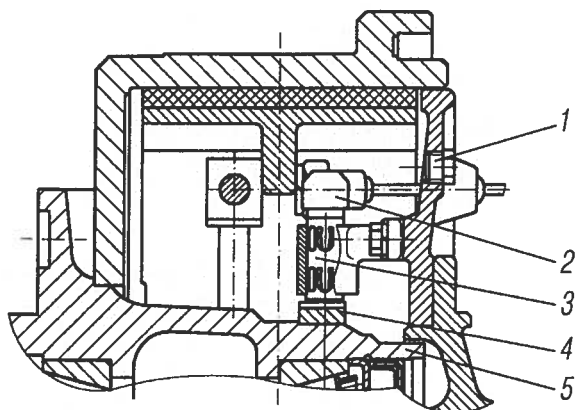

Рис. 142. Механизм тормозной колесный: 1 — пробка; 2 — датчик индуктивный; 3 — втулка зажимная; 4 — кольцо импульсное зубчатое; 5 — ступица колеса
**Колесный тормозной механизм.** Тормозные механизмы передних и задних колес имеют индуктивные датчики 2 (рис. 142). Вращение колеса контролируется при помощи импульсного зубчатого кольца 4, движущегося совместно со ступицей. Кольцо напрессовано на ступицу 5. Перед установкой тормозного барабана необходимо утопить (от центра) индуктивный датчик 2 для исключения его повреждения.